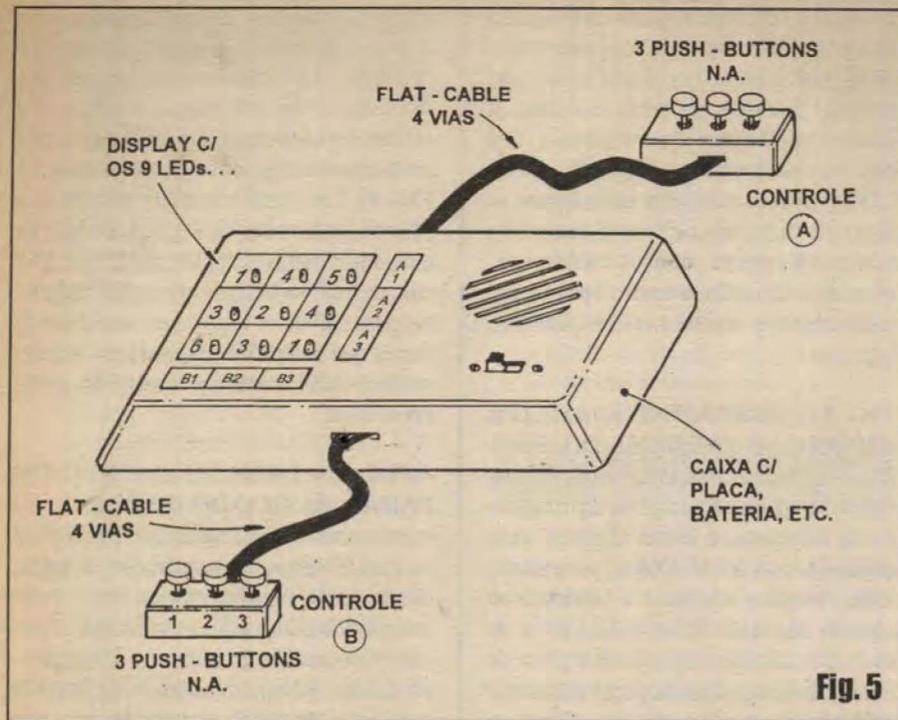

Fig. 5
- FIG. 5 - ACABAMENTO BÁSICO E DISPOSIÇÃO EXTERNA DO MUJ-3X3...